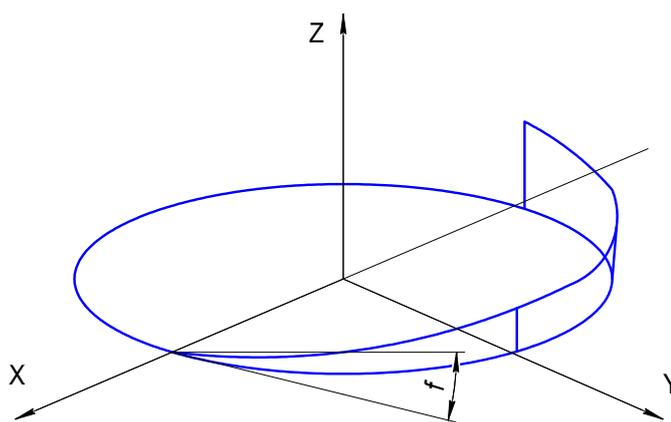

Рис. 4.7. Движение режущего инструмента по винтовой линии
- угол f (рис. 4.7) градуса траектории движения режущего инструмента (угол подъема винтовой линии) должен быть менее 45° ;